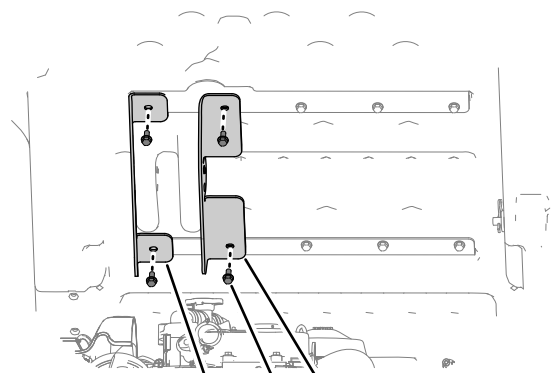

Bild 5
2. Richten Sie die äußere Ladepritschenhalterung (die Halterung mit den kurzen Flanschen) an der äußeren Öffnung jeder Ladepritschenstrebe aus (Bild 5).
3. Befestigen Sie die äußere Ladepritschenhalterung (die Halterung mit den kurzen Flanschen) mit den zwei Schrauben, die Sie in Schritt 1 entfernt haben, an der Ladepritsche und ziehen Sie die Schrauben mit der Hand fest (Bild 5).
4. Richten Sie die innere Ladepritschenhalterung (die Halterung mit den langen Flanschen) an der inneren Öffnung der Ladepritschenstreben aus (Bild 5).
5. Befestigen Sie die innere Ladepritschenhalterung mit den 2 anderen in Schritt 1 entfernten Schrauben an der Ladepritsche und ziehen Sie die Schrauben mit der Hand an (Bild 5).